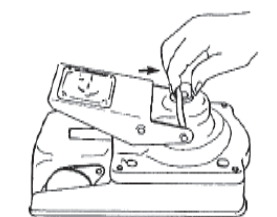

図5
- 2) ペダル上のカップリングリングをポンプロッドフックにしっかりとかけてください (図5)。